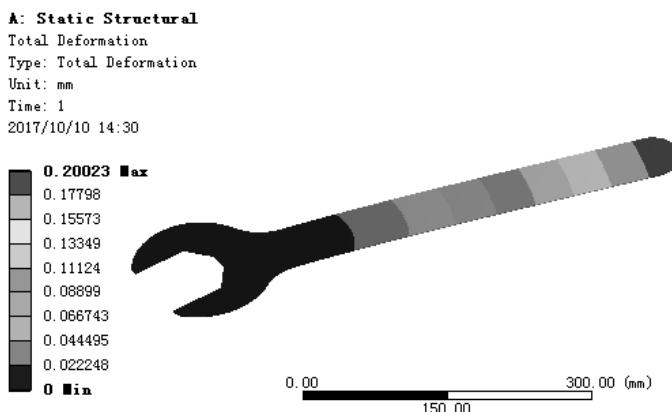

图 7.5.24 位移变形结果图解
(3) 查看位移变形结果图解。在“Outline”窗口中选中 Total Deformation，查看图 7.5.24 所示的位移变形结果，其最大位移为 0.20023 mm。